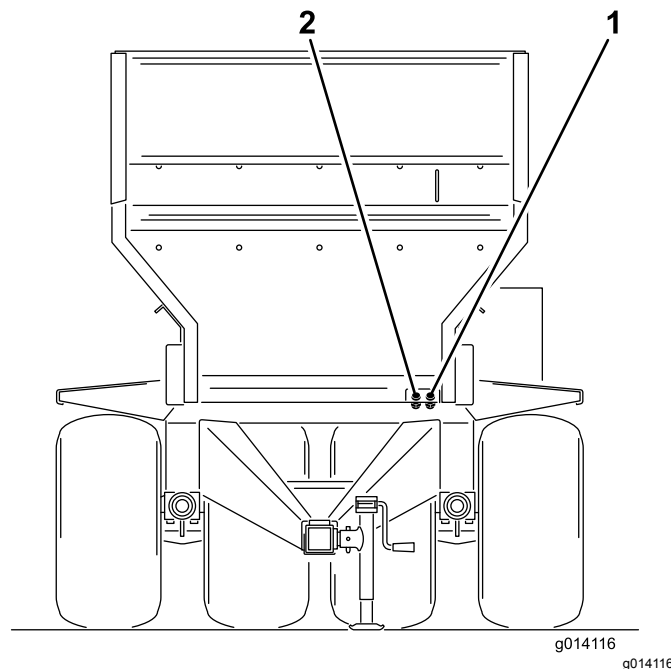

Bild 20
6. Schließen Sie die beiden Hydraulikschläuche von der Maschine an der Zugmaschine an. Stellen Sie sich vor die Maschine und schließen Sie den rechten Schlauch an der Druckseite und den linken Schlauch an der Rücklaufseite an (Bild 20). Der Rücklaufschlauch hat ein einseitiges Auslaufsperrventil. Der Pfeil am Auslaufsperrventil sollte zum Rücklaufanschluss der Zugmaschine zeigen.